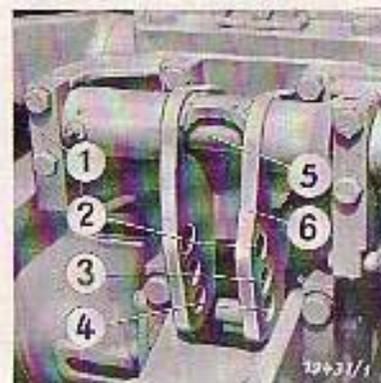

Bild 46
Dies wird erreicht, wenn der Oberlenker entsprechend der Größe der wirkenden Kräfte in einem der drei Anlenkpunkte der Geberschwinge eingehängt wird. (2 — 3 — 4 Bild 46.)
Dies macht sich sofort bemerkbar, weil dann keine Regelung mehr erfolgt und das Arbeitsgerät zu tief geht oder die gewünschte Arbeitstiefe nicht erreicht wird. In diesem Fall ist entweder der nächsthöhere Anlenkpunkt 2 oder 3 für den oberen Lenker zu wählen oder die Klemmplatte (1) entsprechend einzustellen (Bild 46). (Siehe Seite 45.)
Durch das Zusammenwirken von Oberlenker-Meßwertgeber (⊙ Bild 46) und Regelkraftheber wird beim Arbeiten mit Bodenbearbeitungsgeräten (vorzugsweise Pflügen) ein gleichbleibender Tietgang erzielt.